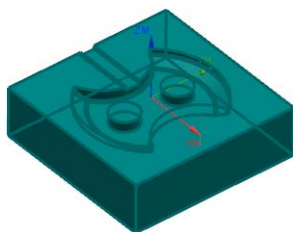

图 21.4 部件几何体
Step3. 在图形区中框选整个零件为部件几何体，如图 21.4 所示。在“部件几何体”对话框中单击 **确定** 按钮，完成部件几何体的创建，同时系统返回到“工件”对话框。